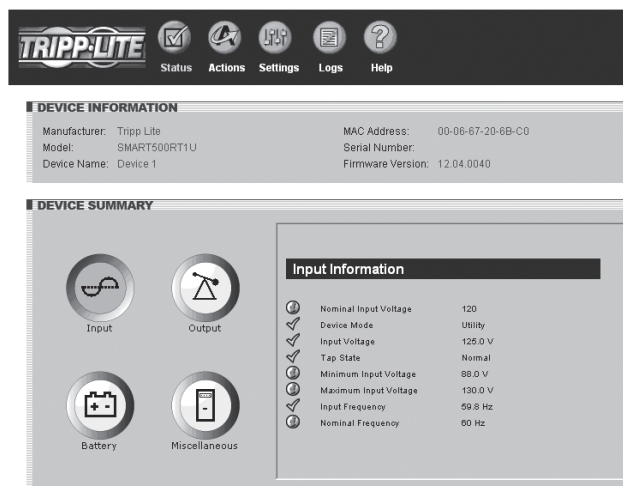

Figura 3-3: Página de estado
4. Después de que introduzca el nombre de usuario y la contraseña aparecerá la página de estado (Figura 3-3) en la ventana del navegador.
Haga clic en el botón de menú “Status” (Estado) para desplegar la página de estado (Figura 3-3), la cual muestra la información del dispositivo, el resumen del dispositivo y el estado de la alarma. Cuatro botones adicionales dentro de la ventana le permitirán seleccionar las categorías de la información: información de entrada, información de salida, información de la batería e información variada como la información adicional sobre el dispositivo y el sistema. Cuando active una categoría de información, el botón de esa categoría cambiará de blanco a azul. El estado de cada elemento de información está indicado por el icono que se encuentra junto al elemento.